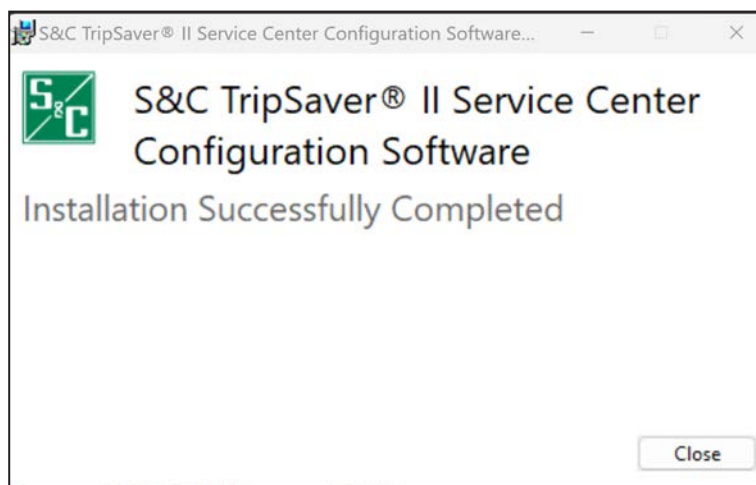

Figura 8. Caixa de diálogo de confirmação de sucesso na instalação do SCC.
PASSO 6. Quando o Software de Configuração do TripSaver II em Centro de Serviços tiver sido instalado com sucesso, a caixa de diálogo Installation Successfully Completed (Instalação Concluída com Sucesso) é exibida. Ver Figura 8. Clique no botão **Close** (Fechar) para sair do instalador.